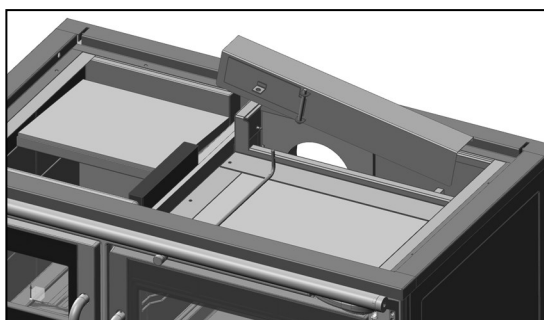

FIG. 23
3. La tapa de acceso a chimenea se extrae junto a la válvula de tiro directo hacia arriba (FIG. 23).